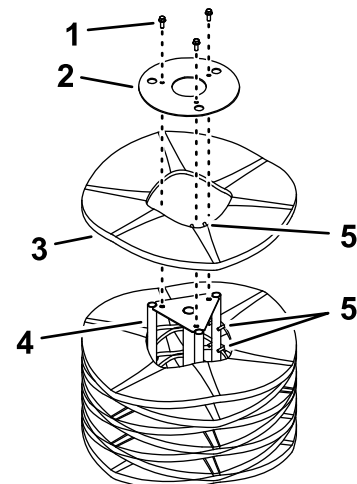

Figure 38
5. Dressez la brosse sur son extrémité de sorte que la plaque de retenue soit orientée vers le haut (Figure 38).
- Déposez et conservez les fixations de la plaque de retenue d'extrémité (Figure 38).
- Posez un ou des segments neufs en décalant les doigts d'alignement des anneaux en métal, comme montré à la Figure 38.